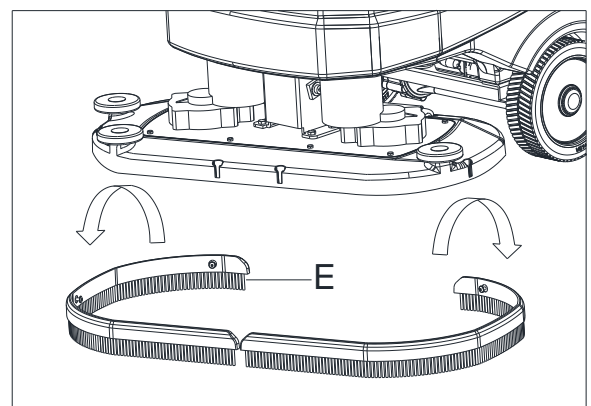

Abbildung 19
2. Entfernen Sie das Spritzblech (E, Abb. 19) und reinigen Sie es. (nur für die Scheibenmaschine)